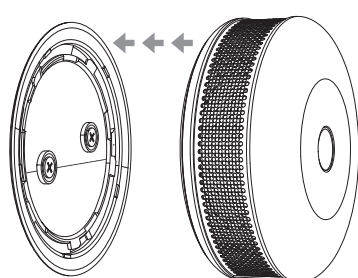

Fig. 6.
6. Applicare il dispositivo al coperchio installato sulla parete del (Fig. 6).